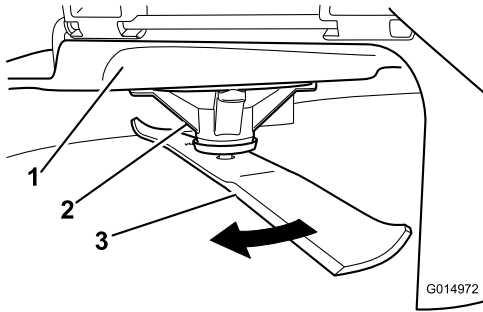

Figure 77
2. Enfilez des gants épais ou utilisez une autre protection adéquate pour les mains, et faites tourner la lame lentement jusqu'à une position permettant de mesurer la distance entre le tranchant et la surface plane sur laquelle se trouve la machine (Figure 77).